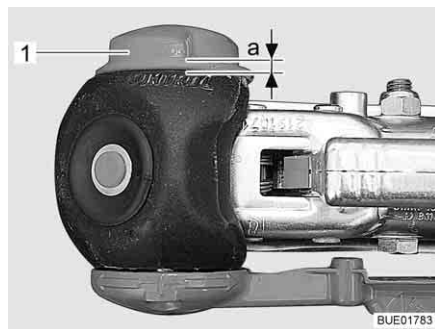

Fig. 208 Controllo usura
- Ruotare completamente la manovella (Fig. 208,1) finché non si sente la limitazione delle coppia grattare in modo percepibile. Direzione di rotazione: in senso orario.
- Distanza  $a > 0$  (Fig. 208): Usura all'interno del settore ammesso.